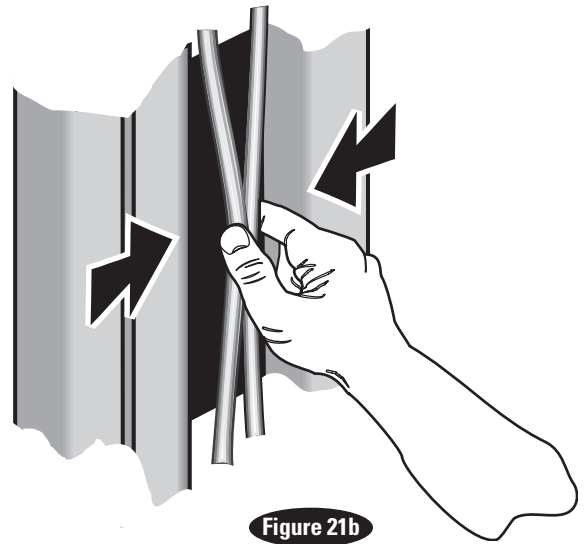

Figure 21b
22. Réglage du câble de l'égaliseur : Relevez le pont élévateur pour vérifier la tension du câble d'égalisation. Sous le pont, saisissez les câbles adjacents entre le pouce et l'index, avec une force d'environ 6,80 kg (15 lbs.) Vous devez simplement tirer les câbles ensemble. Réglez les attaches supérieures Figure 21b.